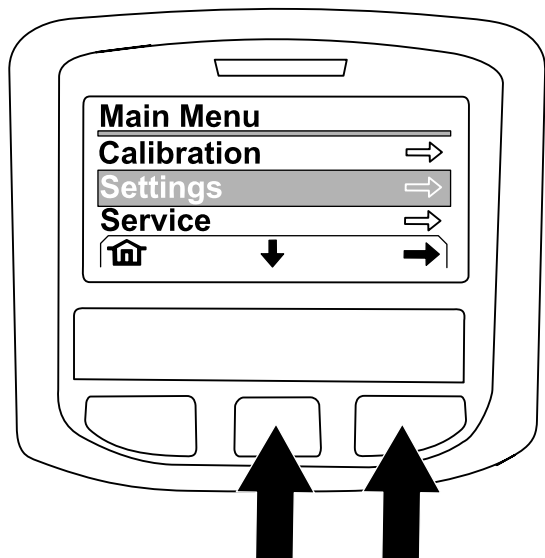

Figura 226
4. No ecrã de MENU PRINCIPAL, pressione o botão central para navegar até à opção de DEFINIÇÕES e pressione o botão direito para seleccionar a opção (Figura 226).